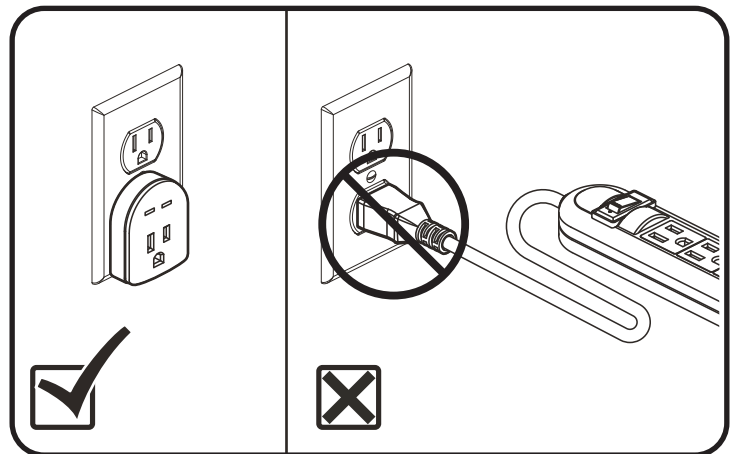

Figura 4.3 Protector contra sobretensiones
7. Enchufe el cable de alimentación directamente en la toma de pared. **¡No utilice cables de prolongación!** Vea la figura 4.3.
- Enchufe el cable de alimentación directamente en la toma de pared. **¡No utilice cables de prolongación!** Vea la figura 4.3.